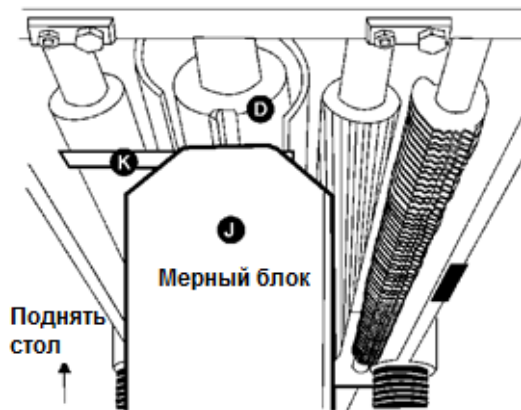

Рис. 27
3. Установите мерный блок (J, см. Рис. 27) на столе непосредственно под строгальным валом (D, см. Рис. 27). Используя щуп толщиной 0.5 мм (K, см. Рис.27), расположенный в верхней части мерного блока, поднимайте рабочий стол, пока нож не коснется щупа, когда нож находится в самом